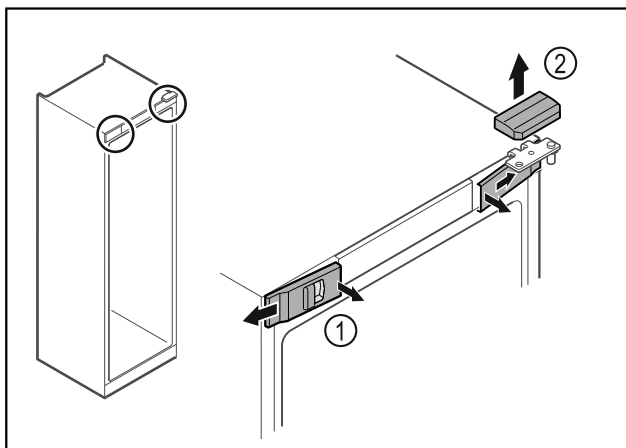

Fig. 17
- Передние крышки Fig. 17 (1) освободите от фиксации с внутренней стороны и отведите в сторону.
- Движением вверх снимите верхнюю крышку Fig. 17 (2).